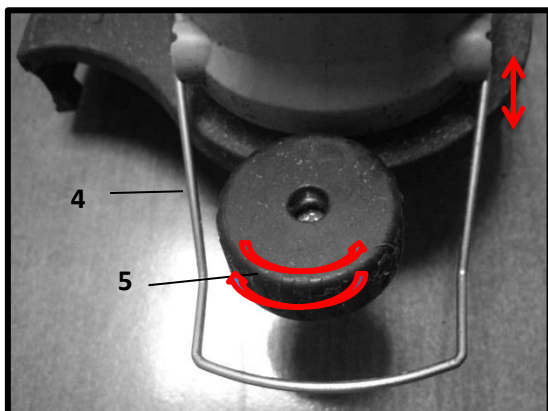

Рис.4
6.3. Установка защитной скобы и ограждающего ролика (Рис.4, 4а).
Рис.4а
Для обработки кромки газона возле деревьев, бордюров и т.д. триммер оборудован специальными защитной скобой и ограждающим роликом. Для установки ограждающего ролика (5) необходимо закрепить его с помощью 2х винтов к корпусу электродвигателя с передней нижней стороны (Рис.4,4а). Защитную скобу устанавливают в специально предусмотренные посадочные отверстия в корпусе двигателя, с возможностью регулировки её положения.